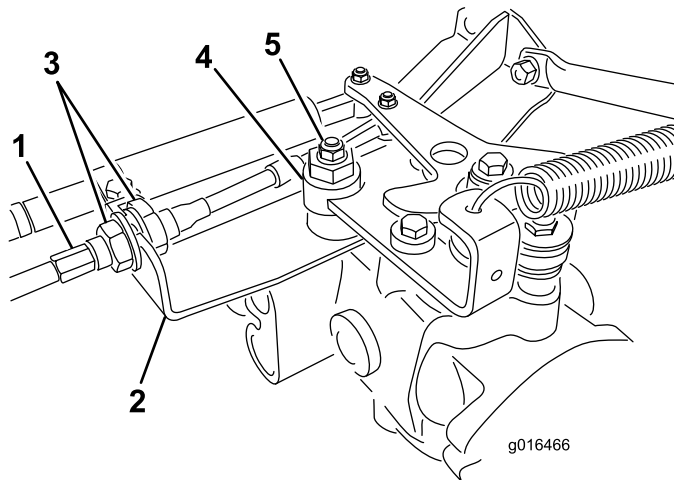

Figura 42
- A. Allentate entrambi i controdadi che fissano il cavo di comando della trazione alla paratia dell'igrostatato (Figura 42). Verificate che i controdadi siano ugualmente allentati, in modo sufficiente da consentire la messa a punto.
Nota: Allentate il dado che fissa l'eccentrico alla parte superiore dell'igrostatato (Figura 42).
- E. Quando la ruota cessa di girare, serrate il dado di bloccaggio dell'eccentrico per mantenere la messa a punto (Figura 42).
- G. Da ambo i lati della piastra serrate in modo uniforme i dadi che fissano il cavo di trazione alla piastra (Figura 42). Non torcete il cavo.